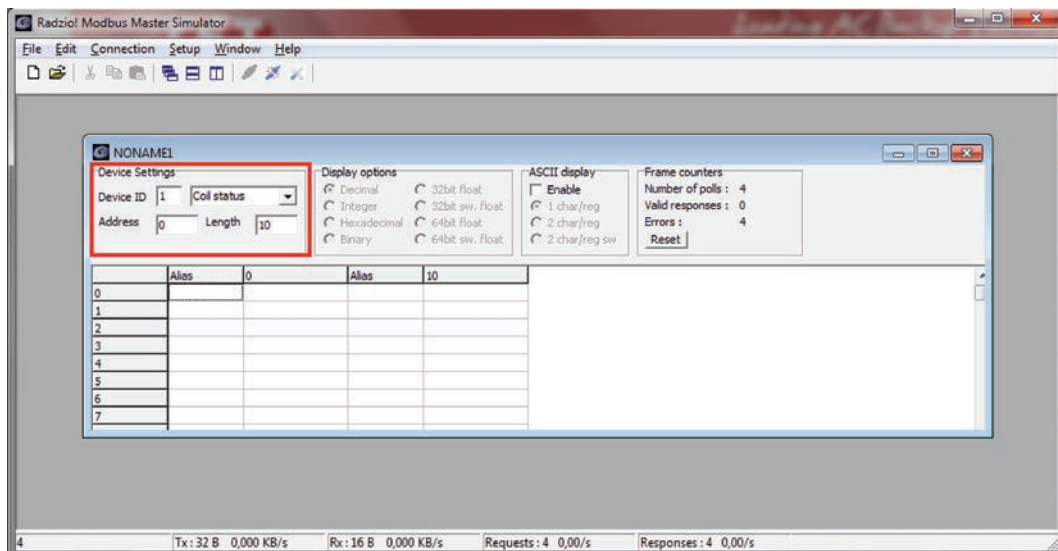

Рис. 10: Изменение настроек Radziol по умолчанию
13. Измените **Device Settings** (Настройки устройства) в новом листе Modbus. (Рис. 10)